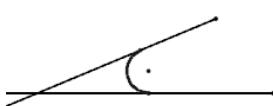

图 5.6.11 “取消修剪”的圆角
- 如果选中“取消修剪”按钮 $\times$ ，则绘制的圆角如图 5.6.11 所示。